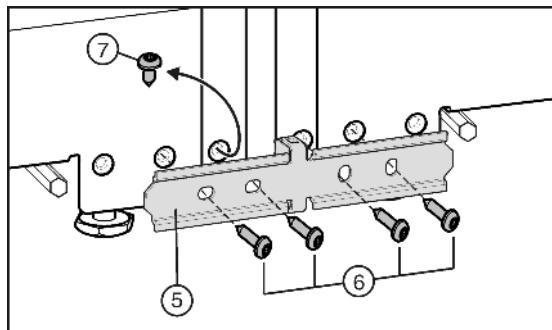

Fig. 6
- Falls Ihr Gerät mit der vormontierten Schraube Fig. 6 (7) ausgestattet wurde: Schraube herausdrehen.
- Verbindungsblech Fig. 6 (5) an einem Gerät mit zwei Schrauben Fig. 6 (6) locker befestigen.